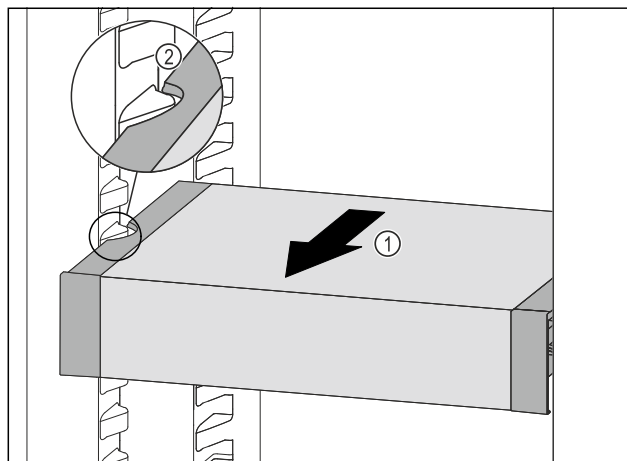

Fig. 65
- ▶ Изтеглете VarioSafe напред Fig. 65 (1), докато страничните прорези на VarioSafe се намират на височината на реброто на съда в хладилната част. Fig. 65 (2)